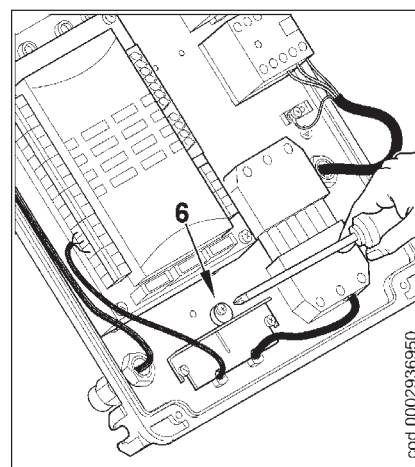

Fig. 3
- 3) Repositionner la plaquette serre-câbles (fig. 3). Tourner l'excentrique (6) de manière à ce que la plaquette exerce une pression adéquate sur les deux câbles, puis serrer les vis qui fixent la plaquette. Connecter enfin la fiche à 7 pôles et les câbles de commande de modulation.